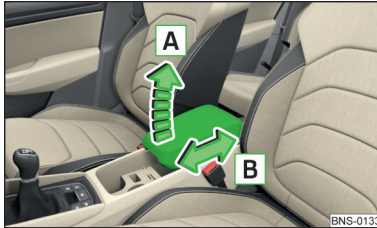

Abb. 89
- Zur **Höheneinstellung** die Armlehne in Pfeilrichtung **A** in eine der Raststellungen anheben » Abb. 89.